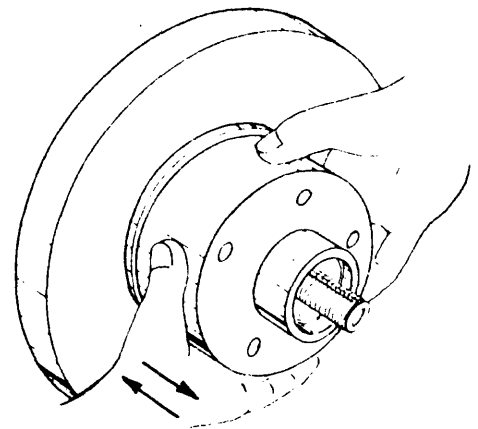

Fig. 1
- b Deslice el cubo,aproximadamente,2 cms hacia afuera, luego empujelo hacia adentro y retire la arandela y rodamiento exterior del cubo (fig.1).